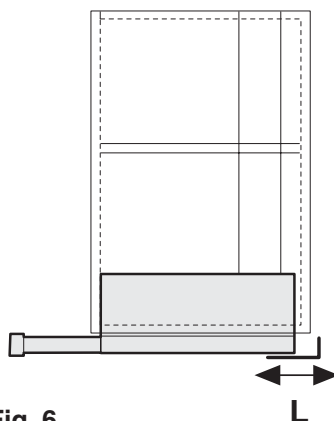

Fig. 6
- Réglez le profil en coude **L** avec les vis, pour qu'il soit contigu à la paroi. **Fig. 6**